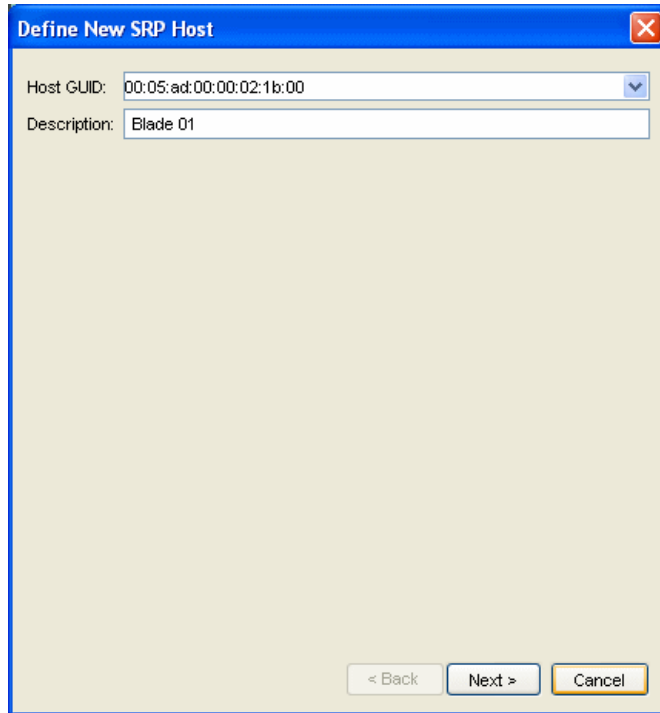

図 7-46 Define New SRP Host
- これで、図 7-46 のようなウィンドウが開きます。追加するブレードの GUID を選択するか、手動で入力します。GUID は、ドーター・カードで見つかり、ブレードのブート時に BIOS で表示されます。